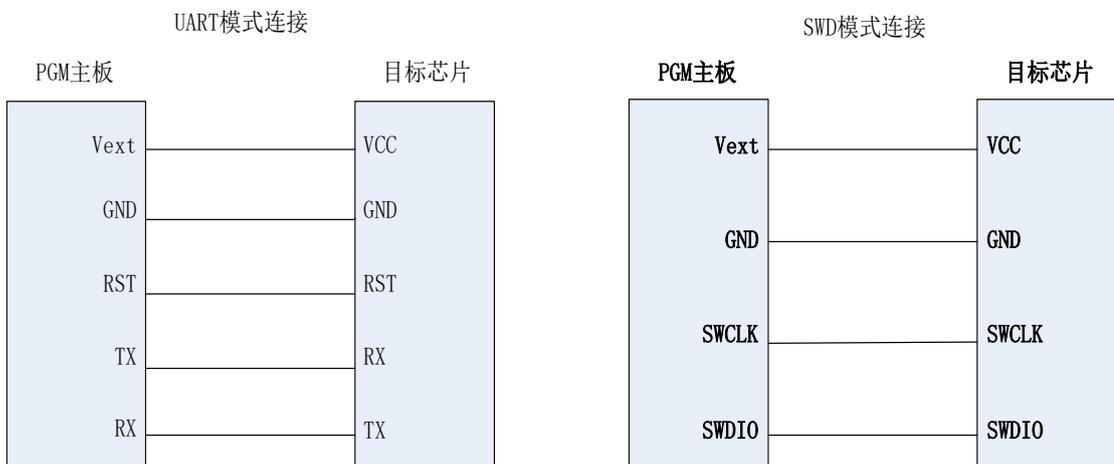

图 5 部分系列连线方法 2
- **HC32L110/HC32F003/HC32F005** 系列芯片的接线方法如图 5 所示。